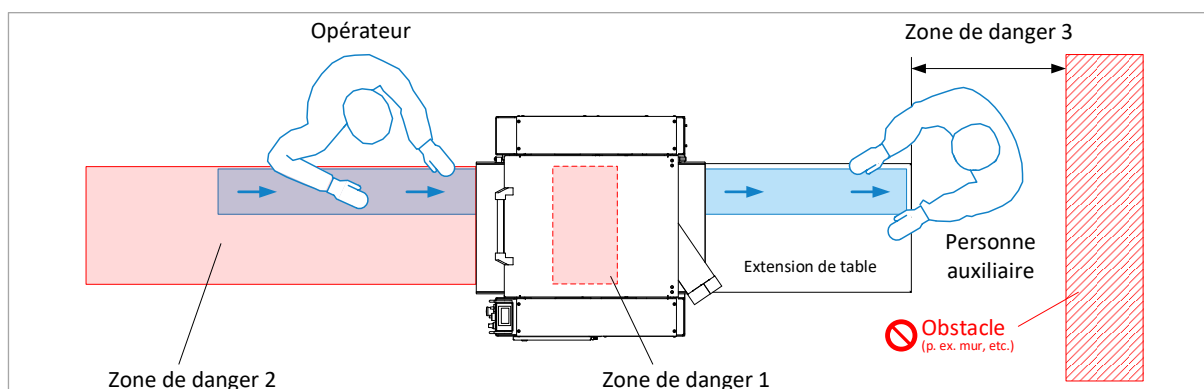

Figure 2 : zones de danger lors du rabotage
- Lors du rabotage, l'opérateur de la machine doit se trouver par principe du côté sortie de la machine, dans le sens de la coupe et avec le corps placé latéralement par rapport à la table de la machine. Il est interdit de pénétrer dans la zone de danger 2 marquée dans ⇒ Figure 2 lorsque l'arbre porte-lames est en cours de fonctionnement.